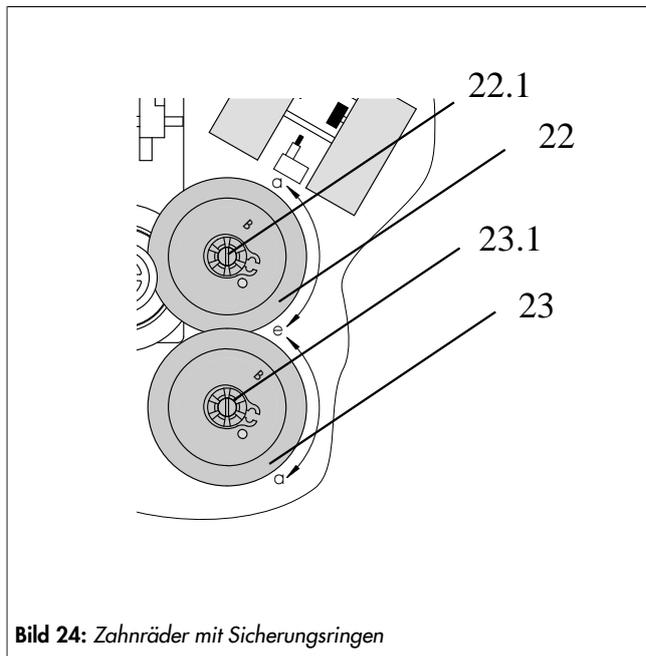

Bild 24: Zahnräder mit Sicherungsringen
1. Befestigungsschrauben herausdrehen und Antriebsplatte (12) aus ihrer Führung heraus nach rechts schieben.
3. Spindelzahnrad (2) auf die Lagerhülse (13) aufstecken und einrasten. Darauf achten, dass die Arretierung in die Nut der Lagerhülse eingreift.
4. Zwischenrad (1) auf Dom 1 (11.1) aufstecken.
5. Zackenring (3) aufsetzen und bis zum Anschlag herunterdrücken.
6. Spannfeder (4) so auf Dom 3 (11.3) aufsetzen, dass der lange Schenkel der Feder auf der Mantelfläche des
- Zwischenrads (1) und der kurze Schenkel zwischen Dom 3 (11.3) und Dom 4 (11.4) liegt.
7. Passscheibe (10) auf Dom 2 (11.2) aufstecken.
8. Zackenring (6) aufsetzen und bis zum Anschlag herunterdrücken.
9. Die mit Sicherungsringen versehenen Zahnräder (22 und 23) der Widerstandsferngeber dem Nennhub des Ventils entsprechend auf ihre Achsen aufstecken. Die Bezeichnung „A“ für Nennhub 30 mm oder „B“ für Nennhub 15 mm muss von oben lesbar sein (vgl. Bild 24).
10. Antriebsplatine (12) in ihre Führung schieben. Darauf achten, dass die Zahnräder im Eingriff stehen.